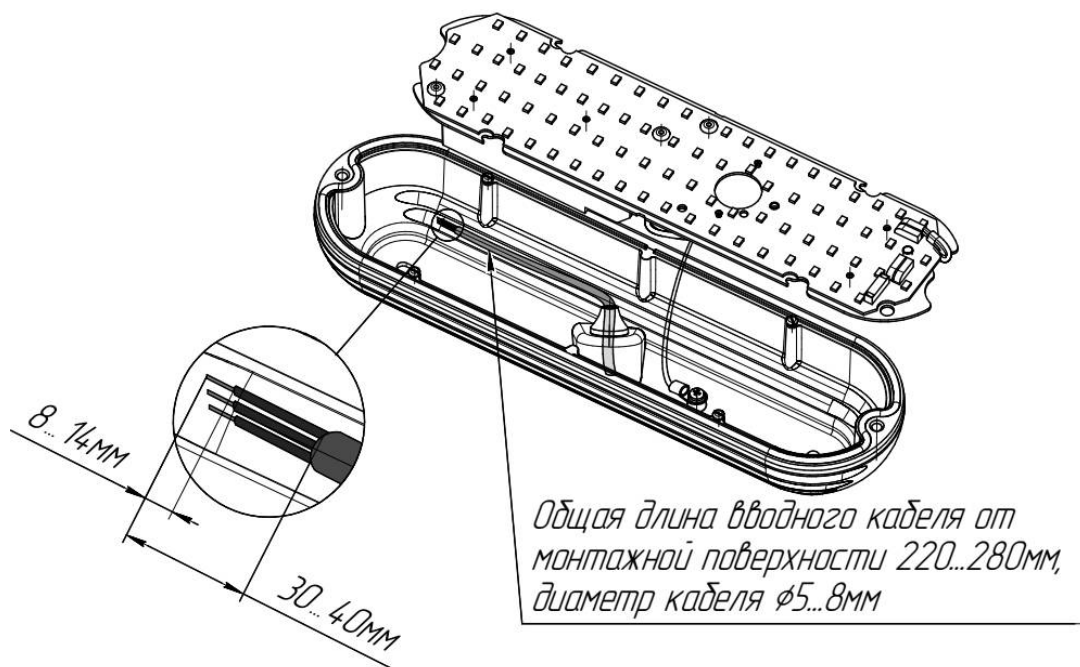

Рисунок 3-Б
- Произведите зачистку кабеля согласно рис.3-Б